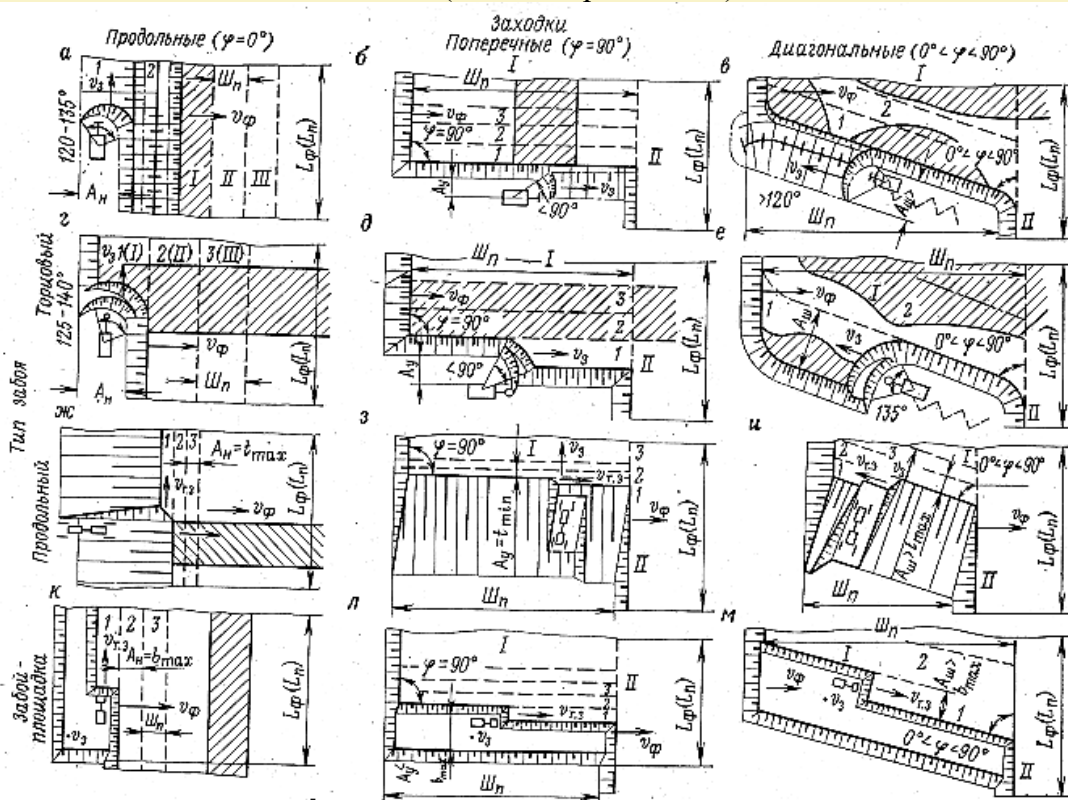

Рис. 3.13. Схемы блоков панели и заходок:
- продольными (вдоль фронта уступа, $\varphi = 0^\circ$, рис. 3.13, а, г, ж и к.)
- поперечными (вкрест фронта уступа, $\varphi = 90^\circ$, рис. 3.13, б, д, з и л)
- диагональными ($0^\circ < \varphi < 90^\circ$, рис. 3.13, в, е, и и м).
Ширина заходки А при торцовом забое и забое-площадке соответствует ширине этих забоев. Различают нормальные, узкие и широкие заходки (см. рис. 3.13). При нормальных заходках выемка породы производится при движении машин по прямолинейной оси в пределах всей длины заходки при условии максимального использования линейных параметров машин. Узкие заходки отличаются от нормальных неполным использованием рабочих параметров выемочных машин. Широкие заходки характеризуются переменным направлением движения машин в плане (зигзагообразная ось).